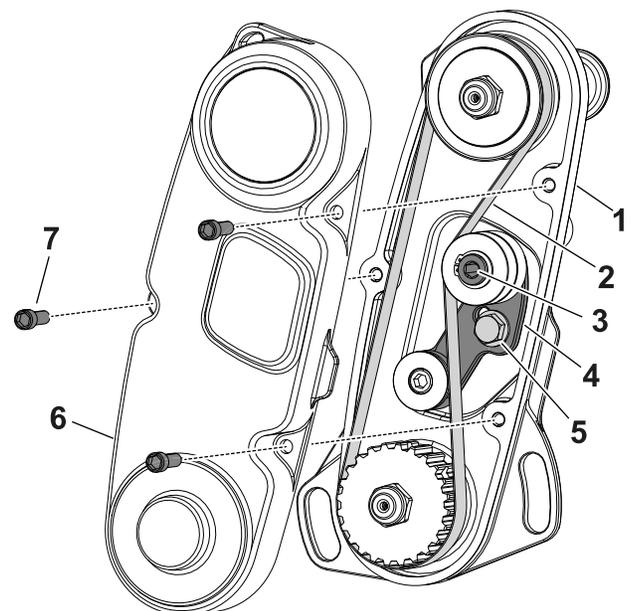

Bild 15
1. Entfernen Sie die Riemenabdeckung, um den Riemen freizulegen (Bild 15).
2. Lösen Sie die Schraube des Spannarms und drehen Sie den Spannarm (Bild 15), um die Spannung auf dem Riemen zu lösen.
- Nehmen Sie den Riemen ab (Bild 15).
- Montieren Sie den Riemen und spannen Sie den Riemen, indem Sie die Innensechskantschraube auf ein Drehmoment von 4 bis 5 Nm ein, wie in Bild 15 dargestellt.